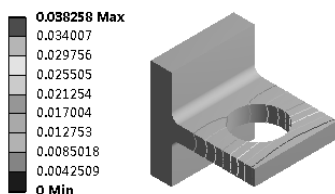

图 4-43 Isolines
- ✧ Isolines: 以模型等值线方式显示, 如图 4-43 所示。